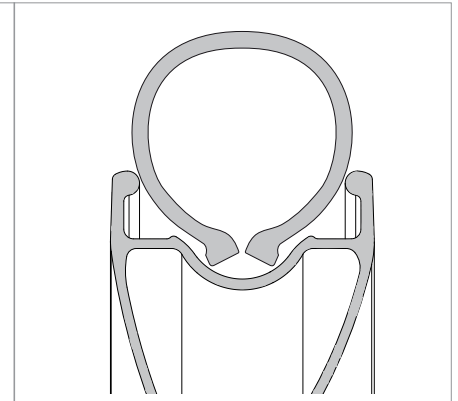

Fig.14
- Montate il secondo tallone dello pneumatico cominciando dal lato opposto della valvola (Fig.14).